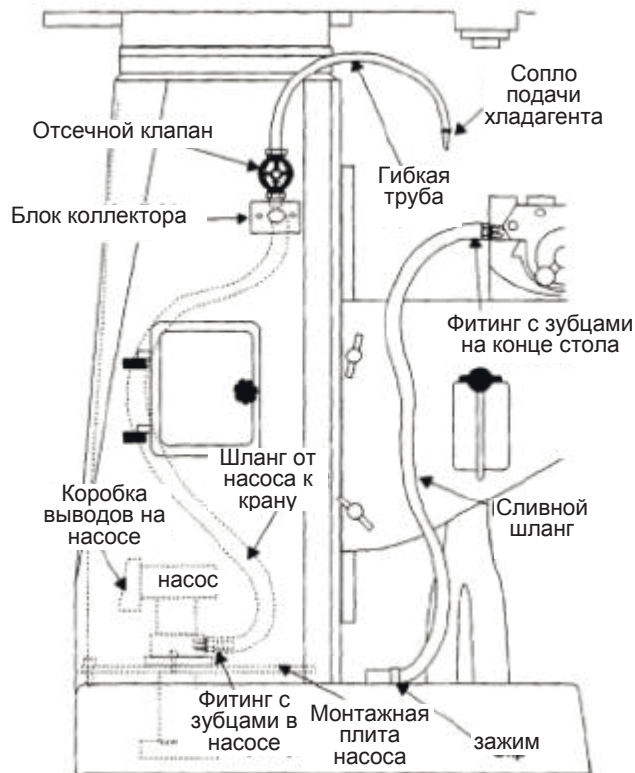

Рис. 2
14. Наденьте шланговые зажимы на шланг, идущий от двигателя (расположение см. на рис. 2).